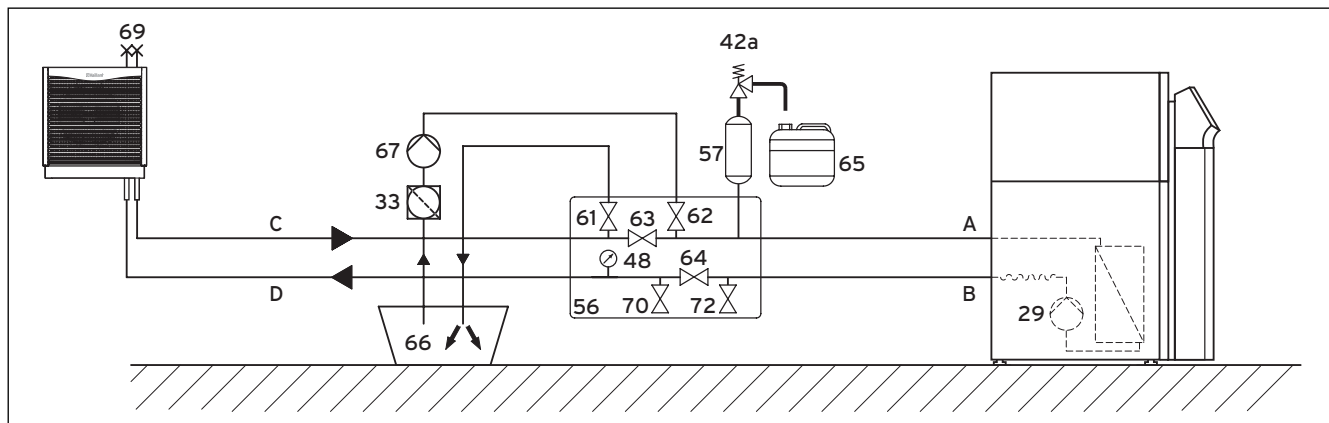

Abb. 6.4 Solekreis mit einer Außeneinheit und Wärmepumpen-Solebefüllstation
Legende zu Abb. 6.4 und 6.5
- Öffnen Sie ggf. alle weiteren Absperrventile, die in **→ Abb. 6.4 und 6.5** nicht gezeigt sind.